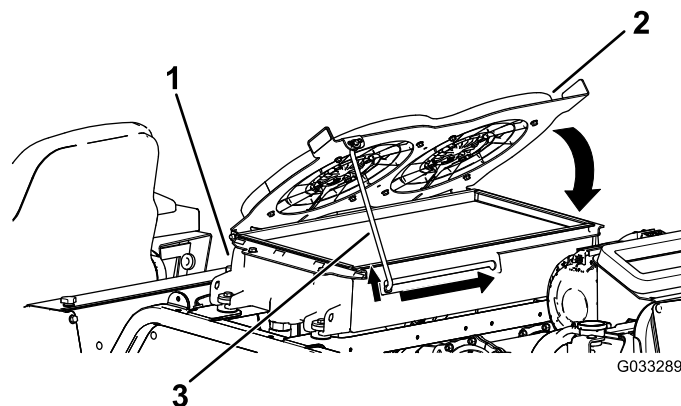

Figura 110
4. Rode as ventoinhas do refrigerador hidráulico para baixo e fixe a barra de apoio no entalhe (Figura 110).